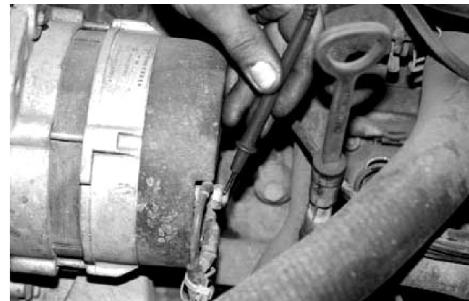

图 3-13 测量发电机电压
(1) 用万用表电压档诊断 将万用表旋钮旋至适当档位，把红表笔接发电机“B+”接线柱，黑表笔接外壳，如图 3-13 所示。然后让发动机运转在中速以上，12V 电气系统的电压标准值应在 14V 左右，24V 电气系统的电压标准值应在 28V 左右。若测得的电压为蓄电池电压，则表明发电机不发电。
(2) 外接电流表诊断 当汽车仪表板上没有电流表时，使用外接直流电流表来检测。
如图 3-13 所示，将万用表置于直流电压档，黑表笔“—”接发电机外壳（搭铁），红表笔“+”接发电机电枢 B + 接柱，此时所测电压为蓄电池电压。起动发动机并逐渐提高转速，此时万用表指针应指示 13.5 ~ 14.5V，说明发电机发电正常。若发电机发电正常，万用表指示的电压仍为 13V 则说明发电机不发电，应对发电机、调节器和充电系统的连接线进行全面检查。